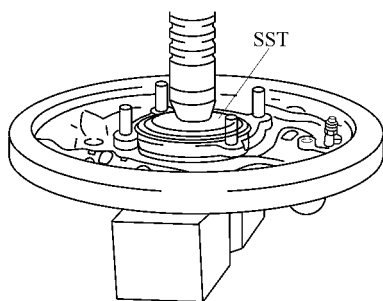

图 14-124 安装轴承
(2) 安装轴承。使用桥毂和驱动小齿轮轴承工具和压床安装新轴承，如图 14-124 所示。